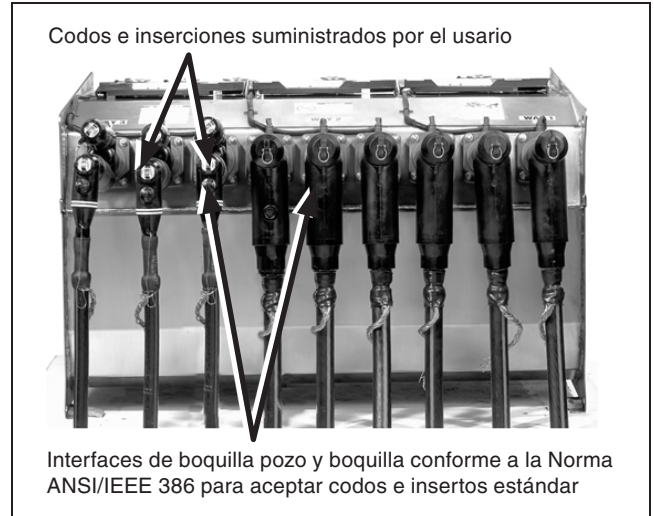

Figura 16. Termine los cables con codos.
PASO 9. Termine los cables con codos siguiendo las instrucciones del fabricante. Ver Figura 16 en la página 15.